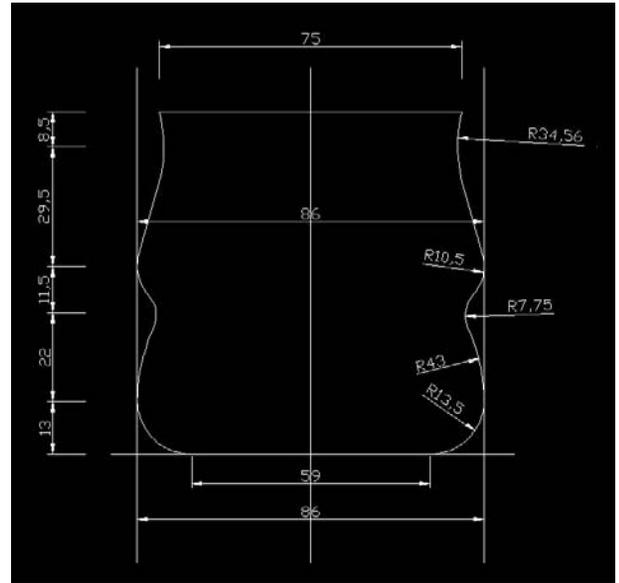

Fig.18.33
- 2] A l'aide des fonctions **Cercle et Arc**, tracez les différentes courbes du verre (fig.18.33).